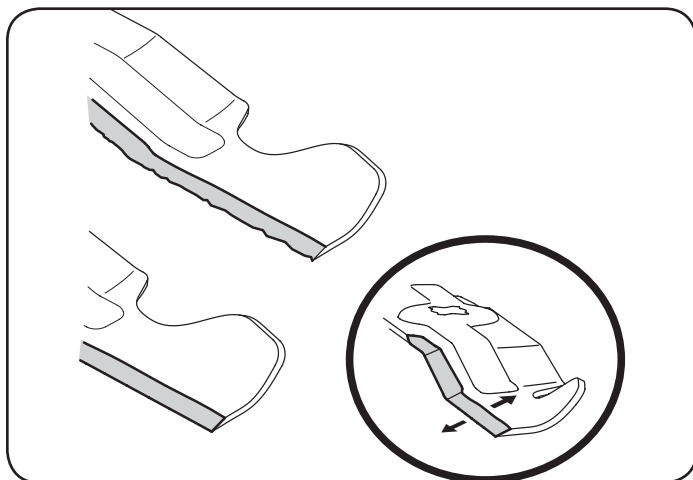

Figura 50
5. Para afilar la cuchilla de corte correctamente, extraiga cantidades iguales de metal de ambos extremos de las cuchillas a lo largo de los bordes cortantes, paralelo al borde de caída, a un ángulo de 25° a 30°. Afíle siempre cada borde de las cuchillas de corte de forma pareja para mantener un equilibrio adecuado entre las mismas. Consulte la Figura 50.